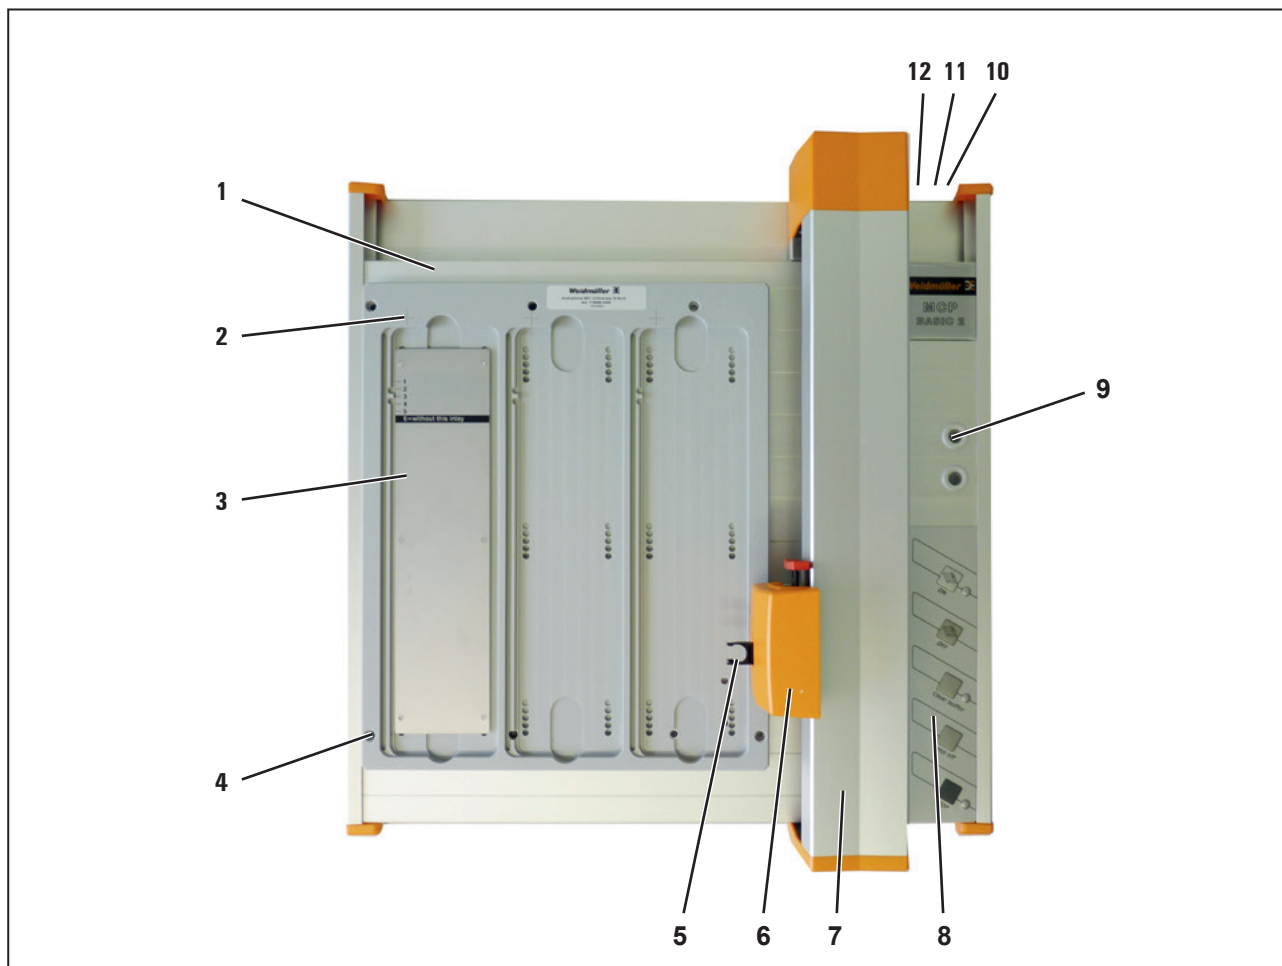

Bild 4.1 Produktübersicht
- Schließen Sie das Netzanschlusskabel an den Plotter an (Bild 4.1, Pos. 10).
- Schließen Sie das USB-Kabel am Plotter an (Bild 4.1, Pos. 12) und verbinden Sie es mit dem PC.